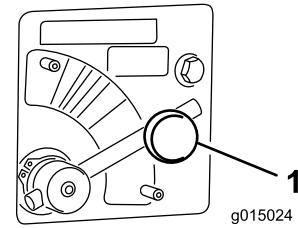

图 6
1. 松开用于固定转盘阀控制杆的旋钮 (图 6)。
2. 转动甩盘阀控制杆、使其指向想要的颜色 (图 6)。
将转盘阀控制杆移到蓝色区域最大速度 (图 6)。在完全顺时针旋转时控制杆应是水平的。